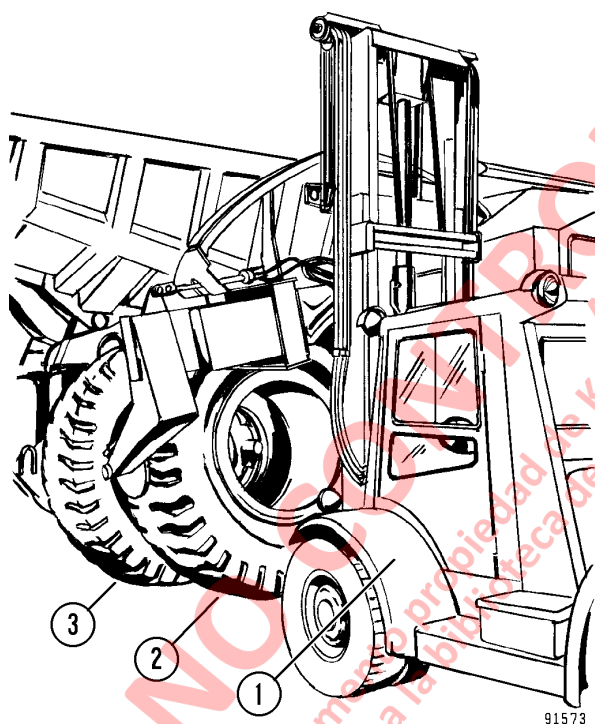

FIGURA 2-6. DESMONTAJE DEL NEUMÁTICO TRASERO
4. Tome la rueda externa y el neumático con los brazos del manipulador de neumáticos como se muestra en la Figura 2-6. Retire las tuercas de brida (10, Figura 2-7) del anillo adaptador (9) que asegura el aro externo al cubo del motor de tracción.
6. Si se necesita desmontar la rueda interna, desconecte la extensión de inflado del neumático interno (7) y retírela.
7. Posicione el manipulador de neumáticos para tomar la rueda interna. Retire las tuercas de brida (6).